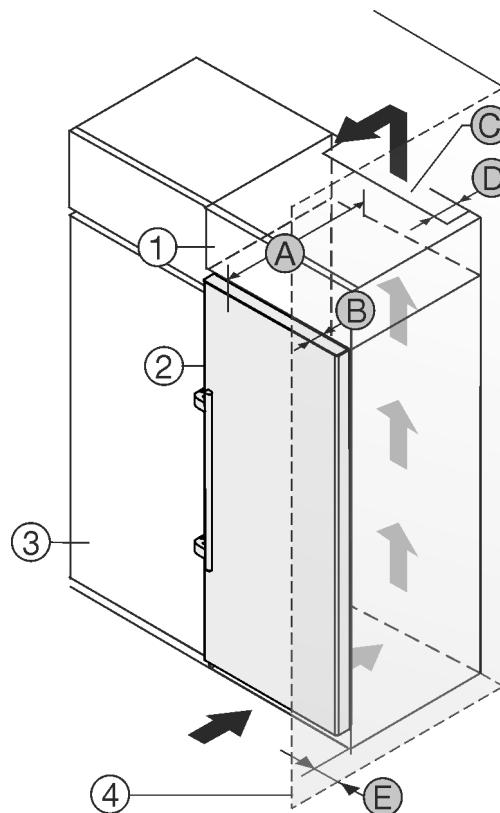

Fig. 1
An der Rückseite des Aufsatzschrankes muss ein Abluftschacht mit der Tiefe *Fig. 1 (D)* über die gesamte Aufsatzschrankbreite vorhanden sein.
Unter der Raumdecke muss der Entlüftungsquerschnitt *Fig. 1 (C)* eingehalten werden.
Wenn Sie das Gerät mit den Scharnieren neben einer Wand Fig. 1 (4) aufstellen, dann muss der Abstand zwischen Gerät und Wand mindestens 57 mm betragen. Dies entspricht dem Griffüberstand bei geöffneter Tür.
Damit Sie die Tür vollständig öffnen können, muss das Gerät um die Türtiefe *Fig. 1 (B)* gegenüber der Küchenschránke vorstehen. Abhängig von der Tiefe der Küchenschränke *Fig. 1 (3)* und Verwendung von Wandabstandshaltern kann das Gerät weiter herausragen.